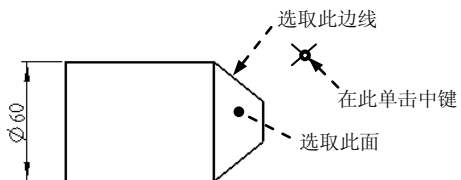

图 5.6.6 定义公差参照 (一)
Step3. 定义放置参照。选取图 5.6.6 所示曲面为公差参照，在系统  的提示下，选取图 5.6.6 所示的边线为放置位置参照。